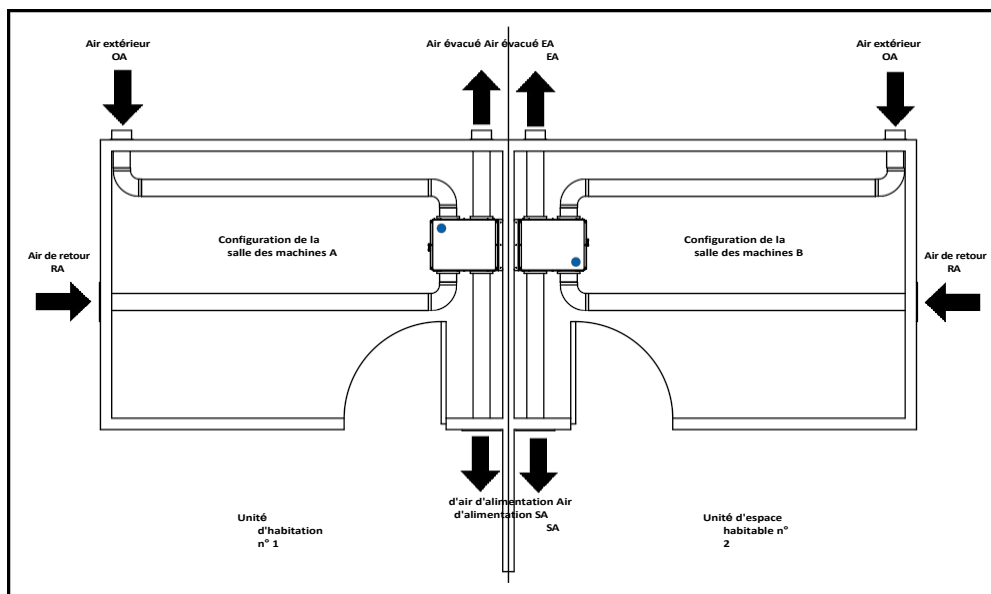
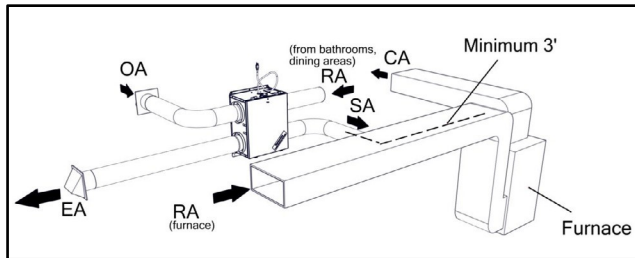

FIGURE 2.2.0 DISPOSITIONS EN MIROIR
FIGURE 2.2.1 PRISE D'AIR DE RETOUR SÉPARÉE — ALIMENTATION EN AIR DE LA CHAUDIÈRE CONDUITE D'AIR DE RETOUR
- Air frais d'alimentation (SA) : ce conduit achemine l'air frais conditionné de l'ERV vers l'emplacement souhaité dans la résidence. Ce conduit peut se terminer par une grille au sol ou murale d'une superficie d'au moins 28 pouces carrés. Le conduit d'air d'alimentation peut également être raccordé directement au conduit d'air de retour ou au conduit d'air d'alimentation du système principal de chauffage et de refroidissement. Lors du raccordement au conduit d'air de retour principal, il doit se trouver à au moins 3 pieds du plénum de retour afin de minimiser l'aspiration du ventilateur de la chaudière.
- Air de retour intérieur (RA) : ce conduit recueille l'air intérieur provenant des grilles de retour et le fait passer par le VRE pour récupérer l'énergie avant de l'évacuer vers l'extérieur.
- Air extérieur évacué (EA) : ce conduit évacue l'air vicié de l'intérieur vers l'extérieur après l'avoir fait passer par le noyau de récupération d'énergie. Ce conduit se termine normalement par un capuchon d'évacuation situé sur un mur extérieur d'une résidence.
- Les flux d'air peuvent être inversés lors de l'installation. Il s'agit d'une installation acceptable qui n'affecte pas les performances de l'appareil ni la garantie, voir Figure 2.2.0. Les appareils en miroir peuvent nécessiter un être pivoté à 180 degrés pendant l'installation et la configuration du flux d'air modifiée pendant la configuration, voir la figure 2.2.0. S'il est associé au TC1+, la configuration du flux d'air peut être sélectionnée numériquement pour correspondre à la configuration A ou B, se reporter à l'autocollant sur l'ERV. Voir les figures 1.1.0 et 1.1.1 pour plus d'informations.
REMARQUE : la mise en miroir n'est pas limitée à la figure 2.2.0 et s'applique également aux figures 2.2.1 à 2.2.4.
Les figures 2.2.1 à 2.2.4 illustrent quelques méthodes d'installation courantes.
REMARQUE : pour les unités à flux d'air symétriques, les figures 2.2.1 à 2.2.4 sont inversées.